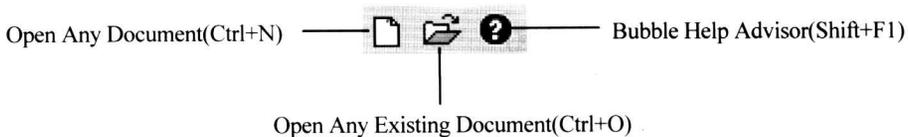

图 1-6 文档工具栏
- ◆ Document Tools(文档工具栏): 文档工具栏如图 1-6 所示。此工具栏包括的图标作用如下。